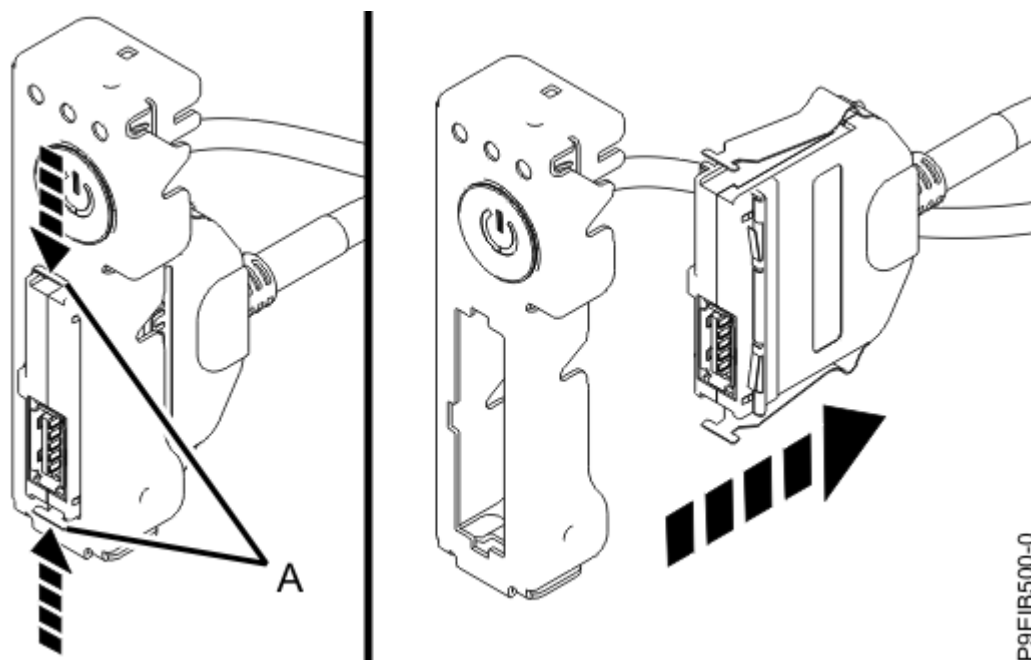

Figure 107. Retrait de l'ensemble câble et connecteur USB du système interrupteur d'alimentation
9. En appuyant sur les languettes **(A)** du connecteur, désolidarisez l'ensemble câble et connecteur USB de l'interrupteur d'alimentation comme illustré dans la Figure 107, à la page 123.